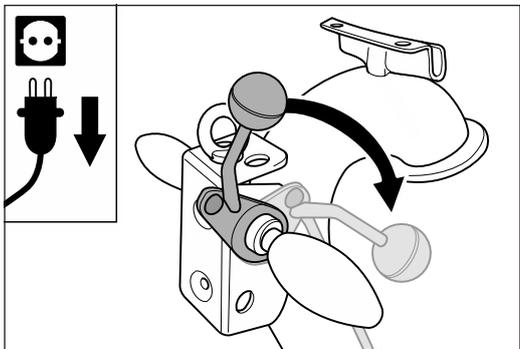

Abb. 33 Den Ablasshebel am Handgriff nach unten drücken.
- 9 Drücken Sie den Ablasshebel am Handgriff nach unten (Abb. 33). Dadurch wird die Schleifwalze auf den Boden abgesenkt.
- 1 Drücken Sie den Ablasshebel am Handgriff nach unten (Abb. 33).